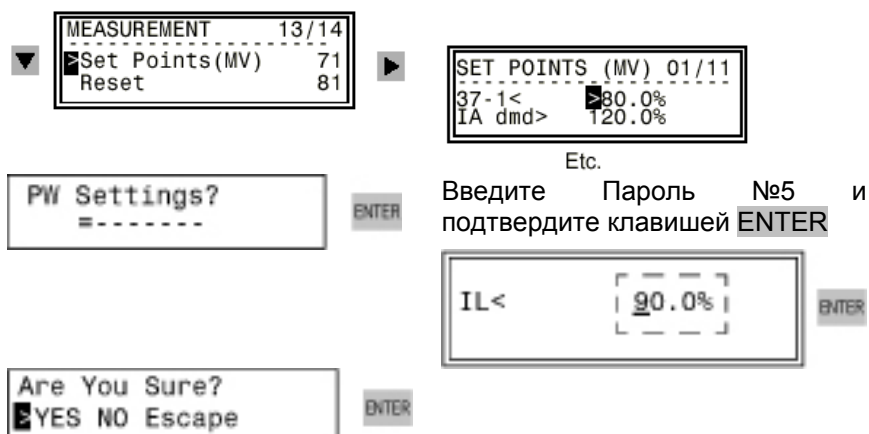

Рисунок 7-26 Установка Предельных Значений через ЖКИ – пример
Клавишей **↓** выберите пункт **Set Points (MV)** и войдите в таблицу предельных значений с помощью клавиши **>** (См. Рис. 7-26).
Когда Вы будете покидать этот уровень с помощью клавиш **<** или **MENU**, появится вопрос **"Are you sure?"** (**"Вы уверены?"**) с выбранным ответом **"YES"** (**"ДА"**) (Рис. 7-26). Подтвердите изменения клавишей **ENTER**. Если изменения вносить не надо, нажмите **>**, чтобы выбрать ответ **"NO"** (**"Нет"**) и затем **ENTER**. Чтобы исправить значение выберите **"Escape"**, подтвердите клавишей **ENTER**, и опять введите значение.